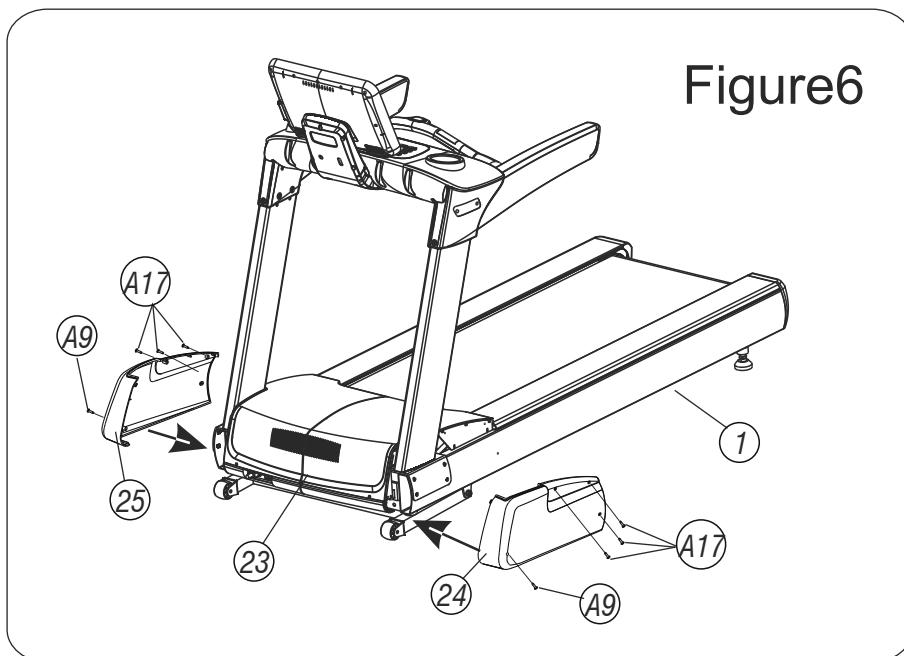

Figure6
- B. Die linke Motorabdeckung (24) an der linken Motorabdeckung (23) des Grundrahmens (1) mit 1 Stück Kreuzschlitz-Sicherungsschraube ST4 x 30mm (A9) vorne und 3 Stück Kreuzschlitz-Sicherungsschraube ST4 x 16mm (A17) festziehen.
- C. Installieren Sie die rechte Motorabdeckung (25) an der linken Motorabdeckung (23) des Grundrahmens (1) mit 1 Stück Kreuzschlitz-Sicherungsschraube ST4 x 30mm (A9) vorne und 3 Stück Kreuzschlitz-Sicherungsschraube ST4 x 16mm (A17) zum Festziehen (siehe Abbildung 6).
- B.Install motor left cover (24) to left motor cover (23) of base frame (1) using 1pcs Crosshead self-lock bolt ST4 x 30mm (A9) in front and 3pcs Crosshead self-lock bolt ST4X16 (A17) to tighten.
- C.Install motor right cover(25) to left motor cover (23) of base frame (1) using 1pcs Crosshead self-lock bolt ST4 x 30mm (A9) in front and 3pcs Crosshead self-lock bolt ST4X16(A17) to tighten. (See figure 6)